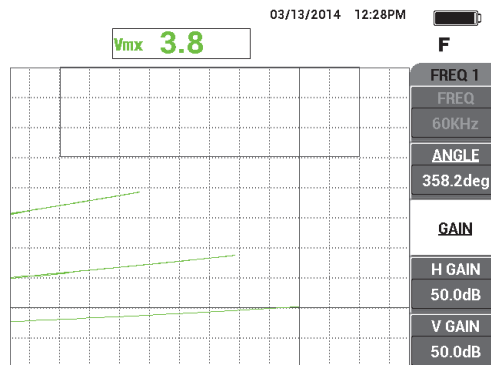

図 5-78 各種の導電率試料の信号
8. プローブを続けて 17%、32%、45% の導電率試料に配置し、終了したらフリーズキー（❄）を押します（186 ページの図 5-78 を参照）。